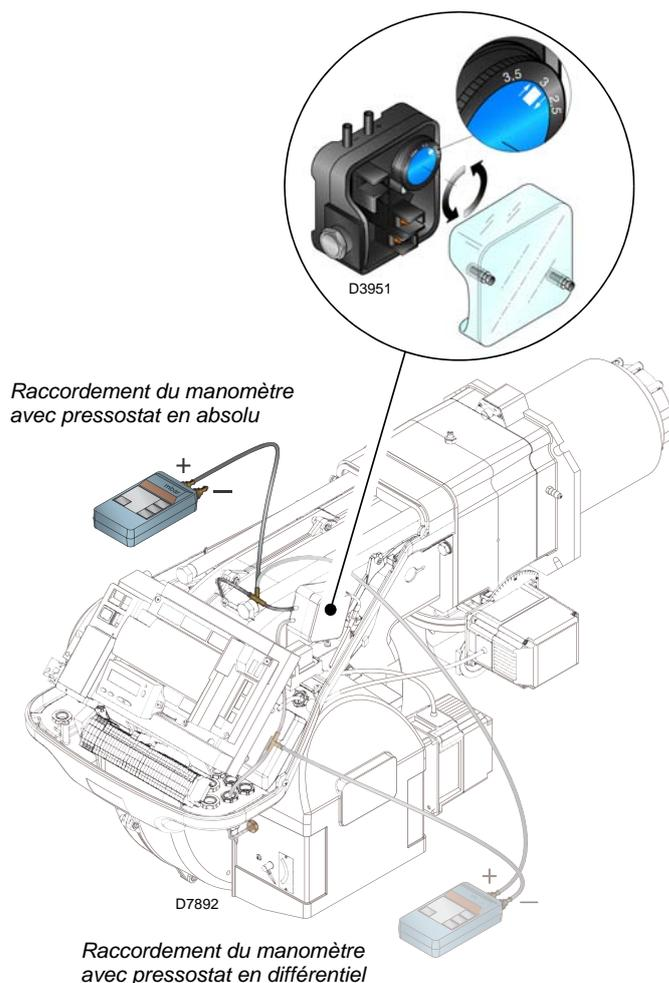

Fig. 32
- Régler le pressostat air (Fig. 32 à la page 37) au début de la graduation.
Régler le pressostat air (Fig. 32) après tous les autres réglages du brûleur avec le pressostat à air réglé au début d'échelle.
L'encombrement du brûleur est indiqué dans la Fig. 32. La configuration standard est celle du pressostat de l'air raccordé en absolu. A remarquer la présence d'un raccordement en «T» non fourni.
Dans certaines applications en fortes dépressions, le raccordement du pressostat ne lui permet pas de commuter. Dans ce cas il est nécessaire de raccorder le pressostat dans le mode différentiel, en appliquant un deuxième petit tuyau entre pressostat air et bouche d'aspiration du ventilateur. Dans ce cas il faut également connecter en mode différentiel le manomètre, comme indiqué sur la Fig. 32.